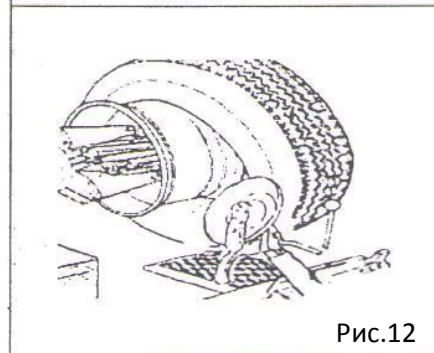

Рис.12
- 8) Установить опорный рычаг приспособления внутрь шины и с помощью диска отрыва борта снять шину с колеса. Повернуть колесо против часовой стрелки до полного отделения шины от колеса с внутренней стороны (см. рис. 12).